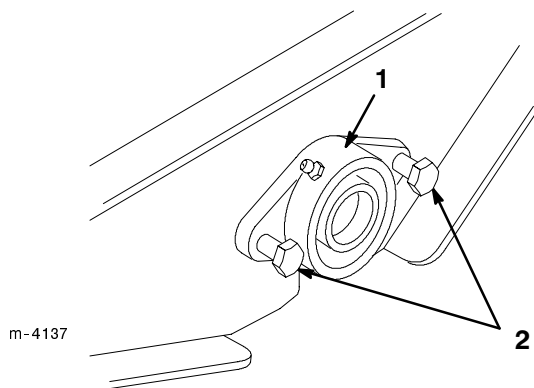

Figure 21
4. Desserrer les deux boulons de fixation du collier de blocage de l'essieu (Fig. 21).